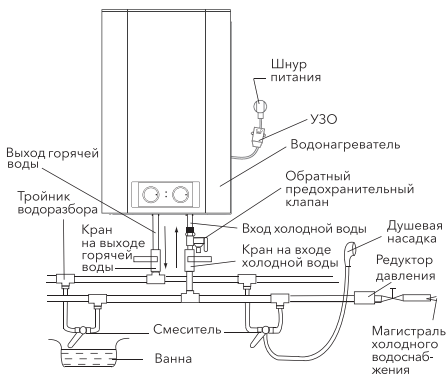

Рис. 7
4. Если необходимо реализовать многоканальную систему водоснабжения, используйте способ соединения (см. рис. 7 и 8).